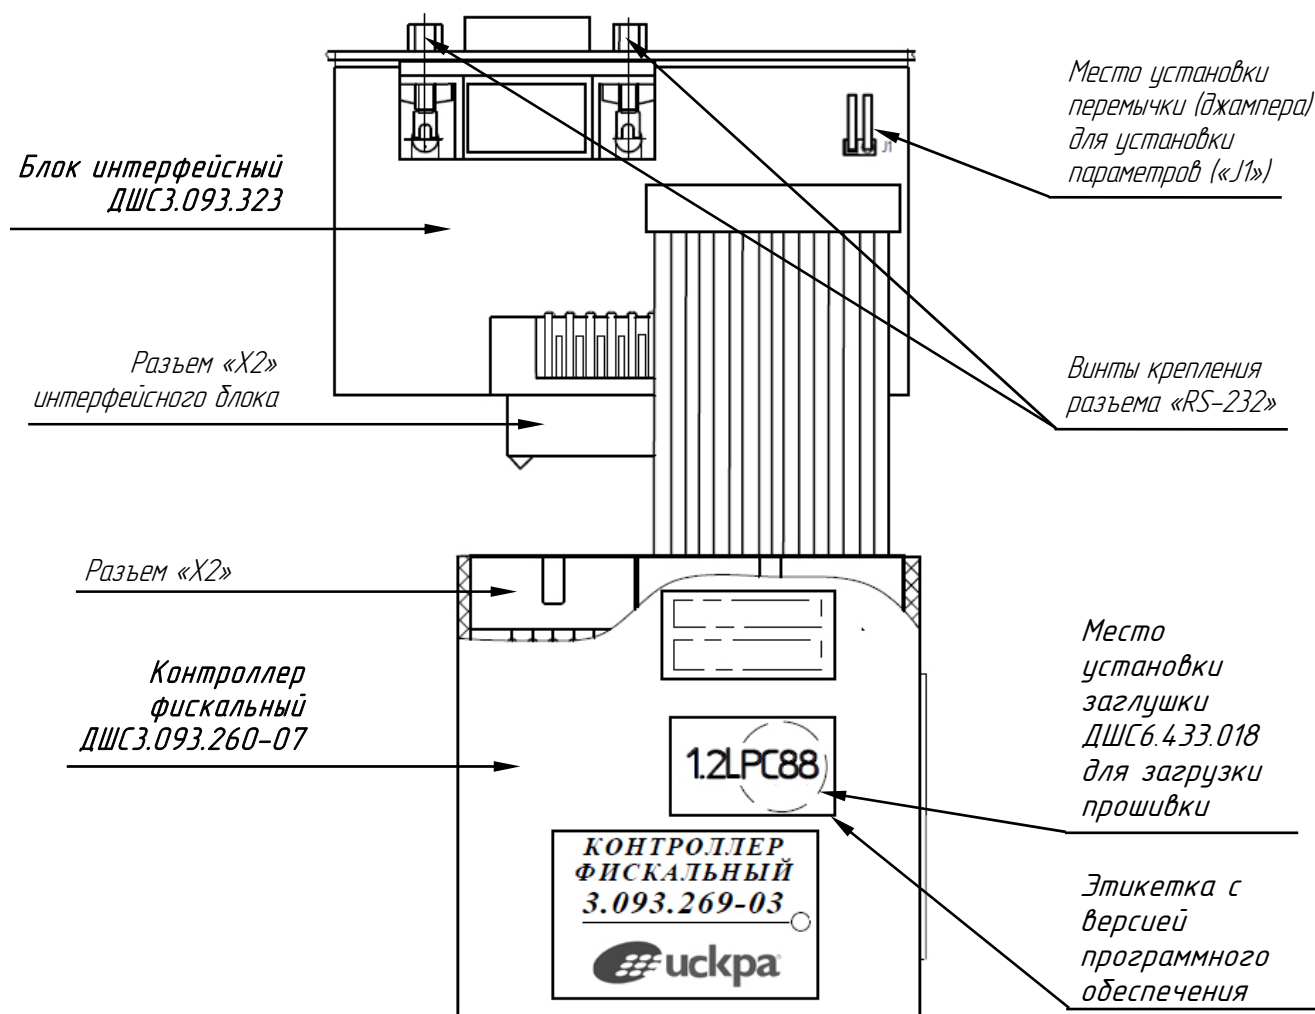

Рисунок 4.3 – Вид контроллера фискального ДШС3.093.269-03
- контроллер фискальный ДШС3.093.269-03 состоит из контроллера фискального ДШС3.093.260-07 и блока интерфейсного ДШС3.093.323 (см. рисунок 4.3);
- снять планку контроллера ДШС3.093.269-03, отвинтив винты крепления разъема «RS-232» (см. рисунок 4.3);
- установить заглушку ДШС6.433.018 для загрузки прошивки контроллера ДШС3.093.269-03 (см. рисунок 4.3), предварительно сняв этикетку с версией программного обеспечения;
- подключить жгут контроллера ДШС6.641.226 к контроллеру ДШС3.093.269-03 (разъем «X2») (см. рисунок 4.3);
- установить перемычку на разъем «J1» (см. рисунок 4.3);
- наклеить на контроллер этикетку с версией программного обеспечения ДШС8.824.402-02 (см. рисунок 4.3);